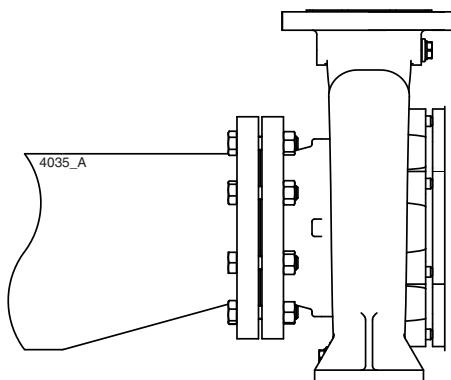

Рисунок 2: Эксцентрический переходной патрубок для фланца всасывания.
- Сечение всасывающей трубы должно иметь достаточные размеры. Эта труба должна быть максимально короткой и одходить к насосу таким образом, чтобы исключить образование воздушных пробок. Если это невозможно, в самой верхней точке трубы следует предусмотреть устройство для выпуска воздуха. Если внутренний диаметр всасывающей трубы превышает размер всасывающего патрубка насоса, для предотвращения образования воздушных пробок и завихрений необходимо использовать эксцентричный переходной патрубок. См. рисунок 2.